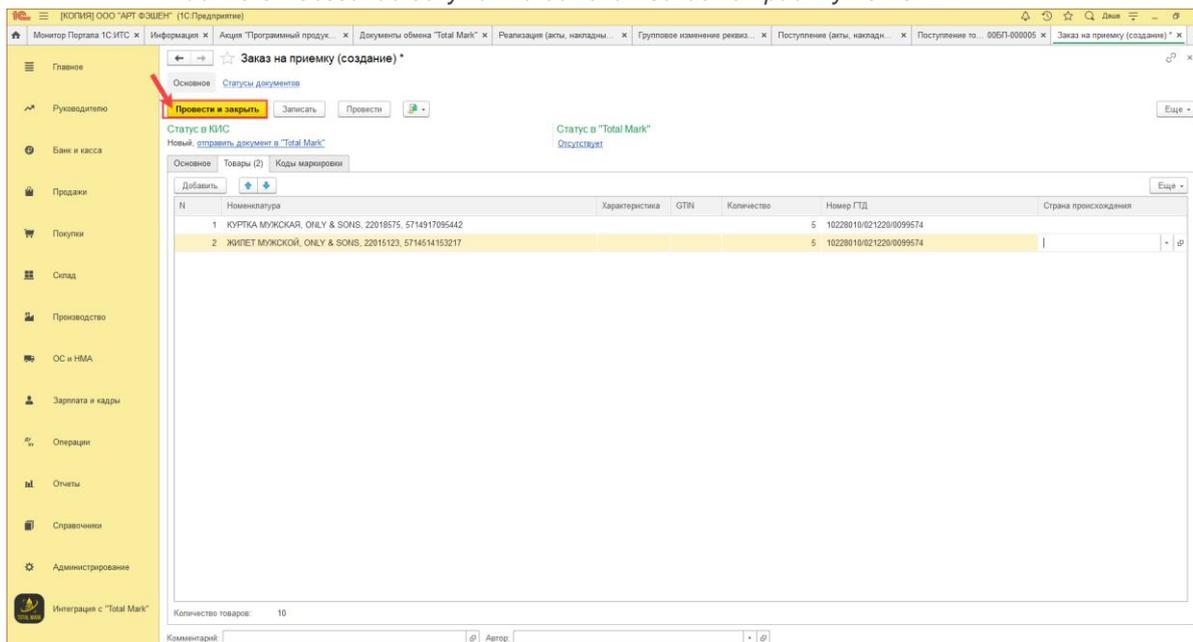

Рис. 10-4 - Создание документа обмена «Заказ на приемку» в 1С: БП
2.4. Требуется провести и закрыть Заказ на приемку (Рис. 10-4). Чтобы заказ на приемку был успешно отправлен в Total Mark необходимо, чтобы все данные, указанные в Заказе должны также быть опубликованы в 1С: TotalMark (Организация, Склад, Номенклатура сопоставлена);